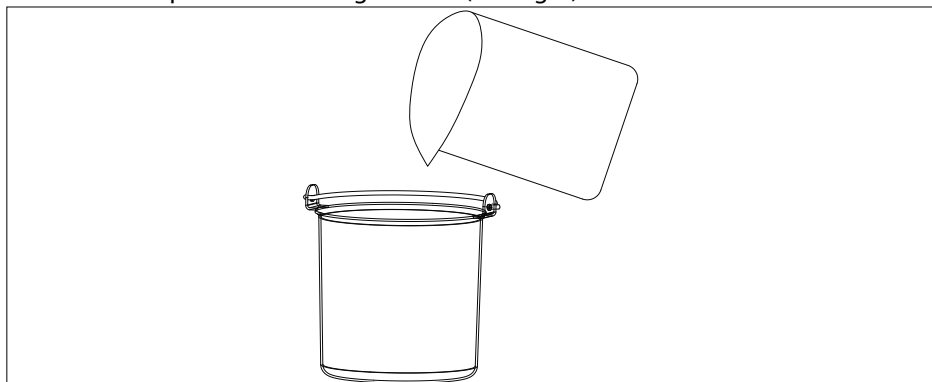

Fig. 3
- ▶ Versez les ingrédients préparés dans le bol en aluminium. Utilisez le gobelet doseur fourni pour doser les ingrédients (voir fig. 3).